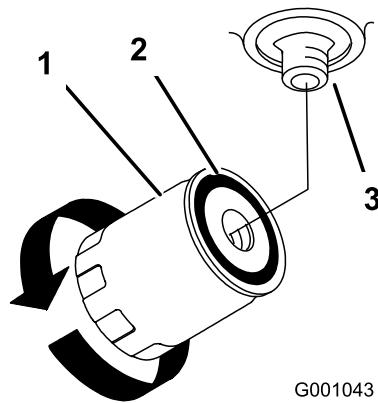

図 77
- オイル・フィルタを外し、フィルタのアダプタのガスケットの表面をきれいに拭く（図 77）。
- アダプタにフィルタを取り付ける。ガスケットがアダプタに当たるまで手でねじ込み、そこから更に 1/2 回転増し締めする（図 77）。